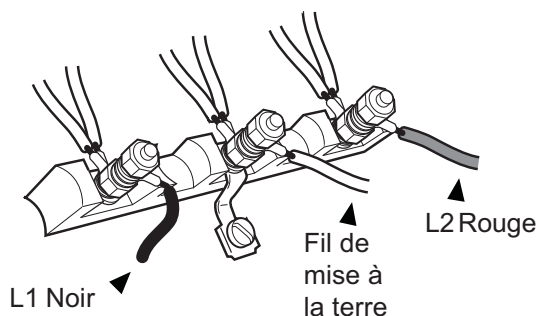

Figure 13 : Connecteur à 3 fils
- Le câblage de l'appareil doit être acheminé à la boîte de jonction par le conduit. Les extrémités de câblage doivent avoir des cosses en boucle de 1/4 po, préférablement soudées en place. Faites les connexions sur le bloc de bornes fourni. Fixez de façon sécuritaire le fil de mise à la terre sur la boîte de jonction avec la vis précédemment utilisée pour fixer le conducteur de terre. Voir Figure 13. L'extrémité libre du conduit doit être branché à la boîte de jonction
2. Fixez le fil neutre, le fil de mise à la terre du circuit d'alimentation, à la tige centrale du bloc de bornes avec un écrou, Voir Figure 13.